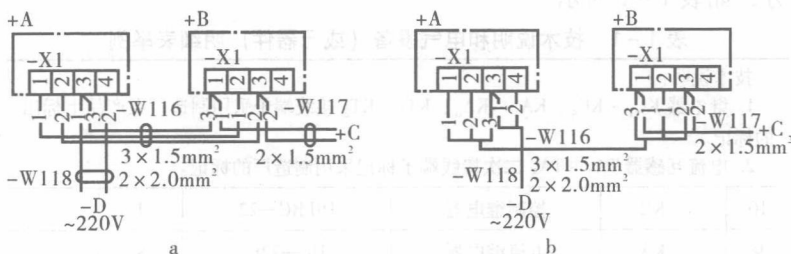

图 1-5 互连接线图举例
(3) 互连接线图:互连接线图表示不同单元之间的连接关系,如图1-5所示。